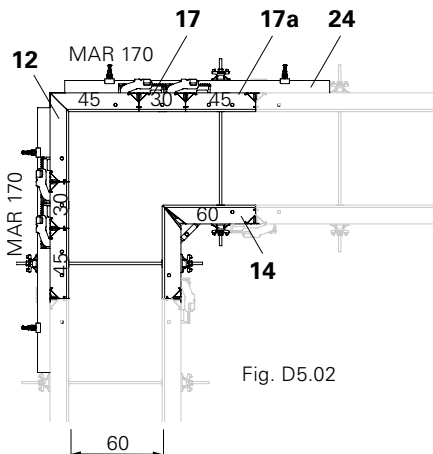

Fig. D5.02
- Elem. angolo ester. MXA...45 (12)
- Elem. angolo inter. MXI...60 (14)
- Elemento-telaio MX...30 (17)
- Allineatore MAR 170 con tiranti DW 15 (24)
- (Fig. D5.02, D5.02a + D5.02b)